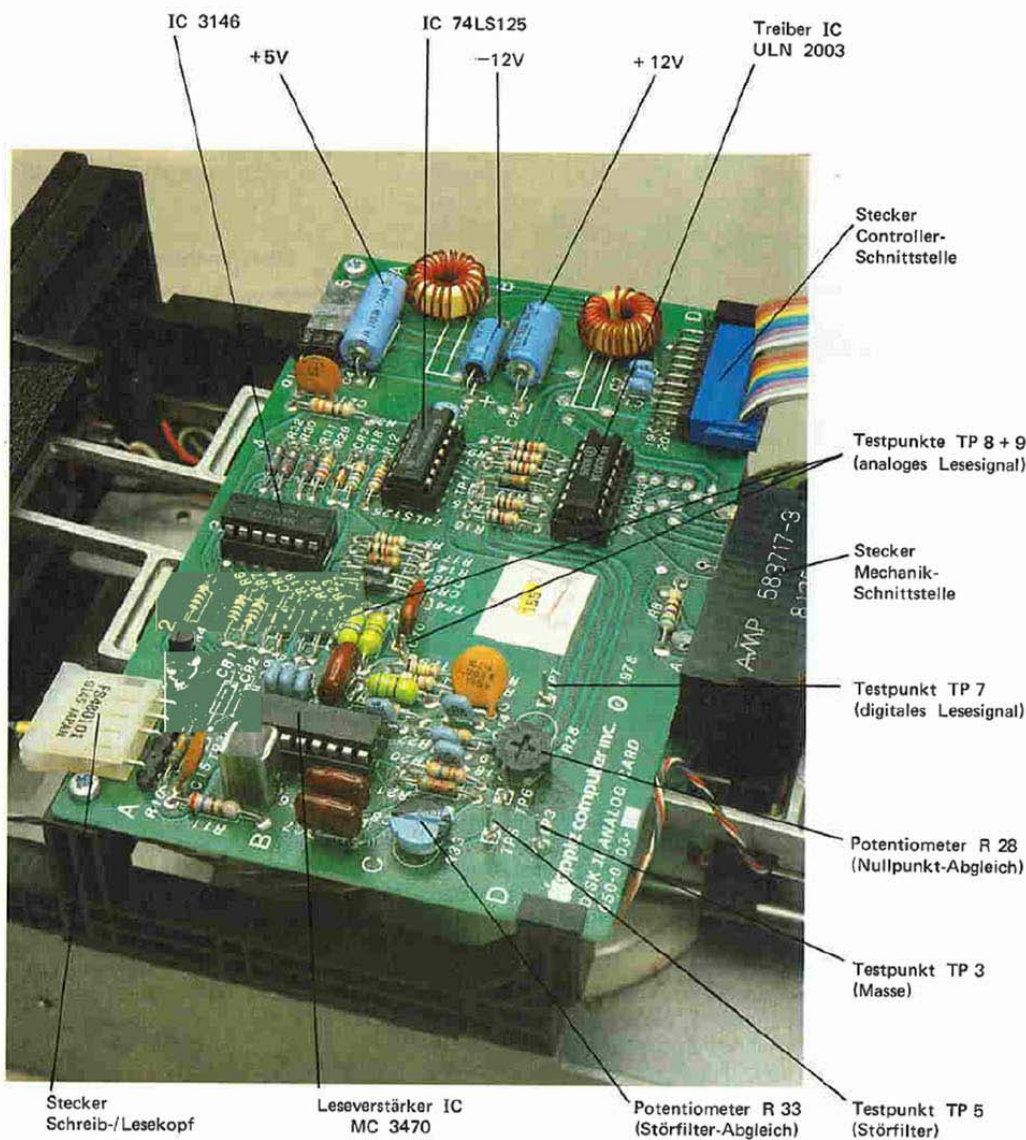
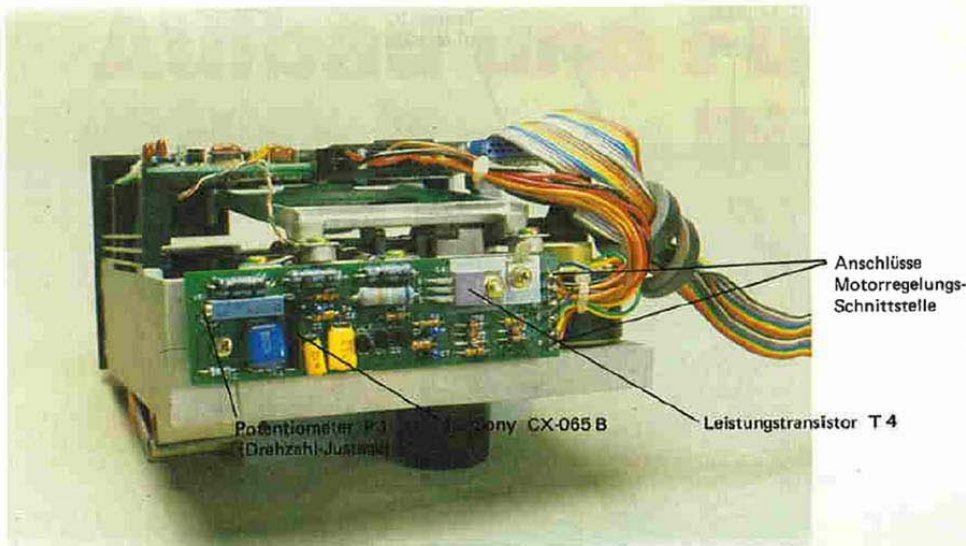

Bild 1: Laufwerk-Oberseite mit Analogkarte
Bild 2: Laufwerk-Rückseite
**Bild 1** zeigt die Oberseite des Laufwerks, nachdem es aus dem Gehäuse ausgebaut wurde. Die große Leiterkarte, die auf das Laufwerk montiert ist, ist die sog. **Analogkarte**. Sie enthält die elektronischen Komponenten für alle Funktionen mit Ausnahme der **Motorregelung**. Die Komponenten für diese Funktion sind auf der in **Bild 2** gezeigten kleinen Leiterkarte auf der Rückseite des Gerätes enthalten.
Der U-Befehl zeigt direkt die Abweichung von der nominalen Umdrehungsdauer grafisch und numerisch an. Zur Korrektur der Drehzahl wird das Potentiometer P1 auf der Motorregelungs-Leiterkarte (s. Bild 2) soweit verdreht, bis die gewünschte Drehzahl erreicht ist.